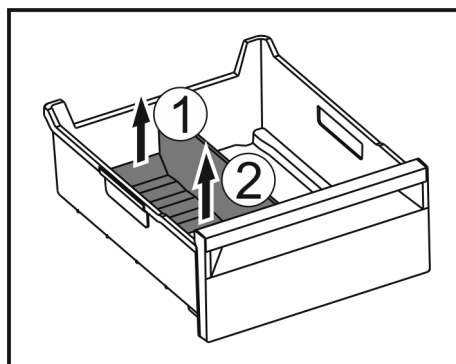

Fig. 258
- Podignite stražnji dio pregrade ladice za led. Fig. 258 (1)
- Izvadite pregradu ladice za led prema gore. Fig. 258 (2)